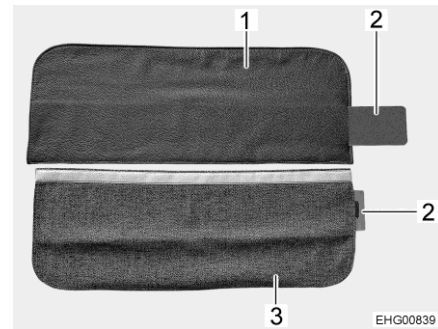

Fig. 92 Protection des ceintures de sécurité
La protection des ceintures de sécurité peut être en cuir (Fig. 92,1) ou en étoffe (Fig. 92,3).
- Introduire entièrement le renfort métallique (Fig. 92,2) dans la poche de la protection des ceintures de sécurité (Fig. 92,1 ou Fig. 92,3).